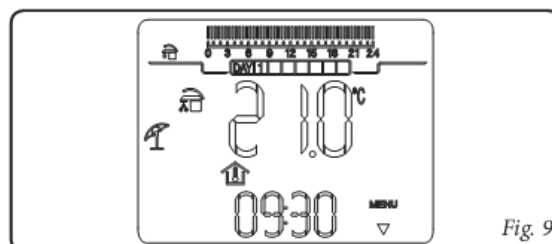

Fig. 9
- Suvi  on selline režiim, kus seade kütab ainult sooja tarbevett. Tablool inditseeritakse kellaaja ja nädalapäeva, ruumitemperatuuri näidud ja programmeeritud tarbevee tootmise ajakava. (fig. 9)